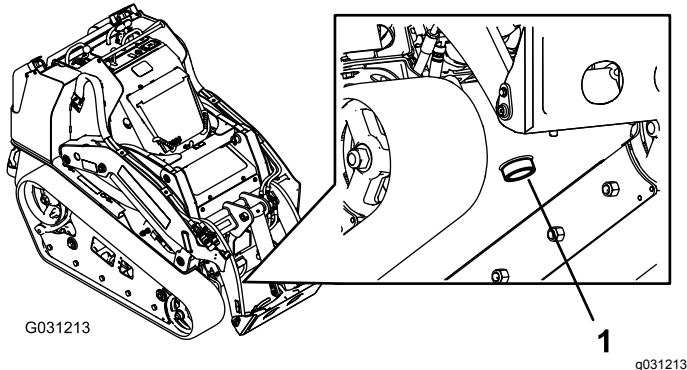

Figure 68
7. Placez un grand bac de vidange (d'au moins 57 litres de capacité) sous le bouchon de vidange à l'avant de la machine (Figure 68).
8. Retirez le bouchon de vidange pour permettre à l'huile de s'écouler dans le bac de vidange (Figure 68).